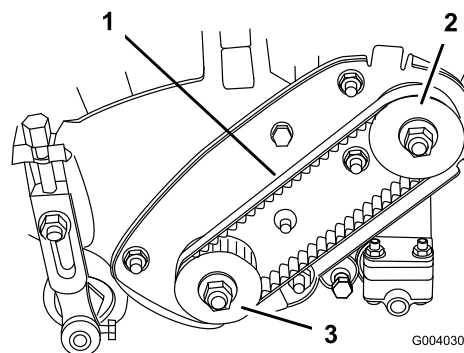

図 34
2. プーリ間の中央（図 34）でベルトを指で押して点検する。押す力は1.5～ 2.5 kg程度。4.8～7.9 mm 程度のたわみが出るのが適正である。たわみの量が適正でない場合は以下の手順へ進む。